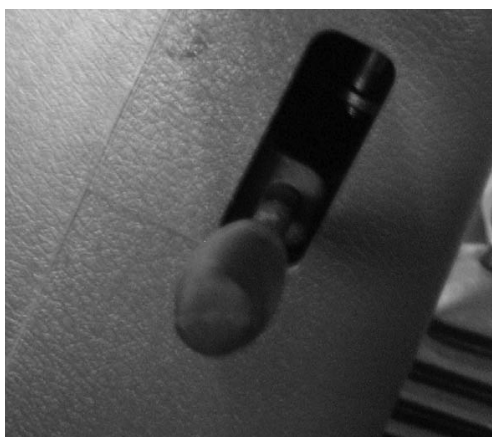

Рис. 3.16
3.10 Рычаг регулировки положения рулевой колонки (рис.3.16)